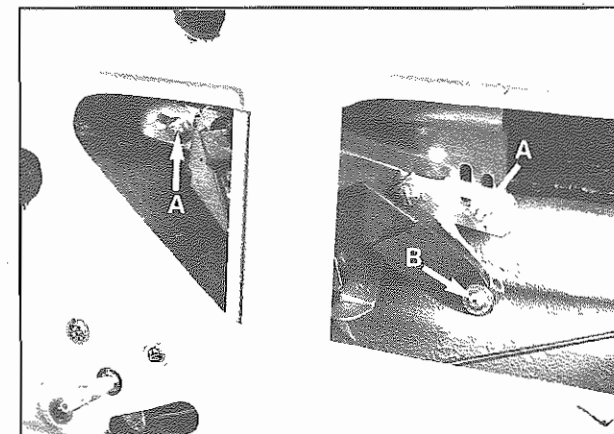

Fig. 11 - A - Viti fissaggio piastra porta cristallo
- Allentare ed estrarre le viti di fissaggio (**Fig. 11**).
- Loosen and take out fixing screws (**Fig. 11**).
- Smontare la piastra porta cristallo dalla slitta (**Fig. 11**).
- Disassemble glass holder from slide (**Fig. 11**).